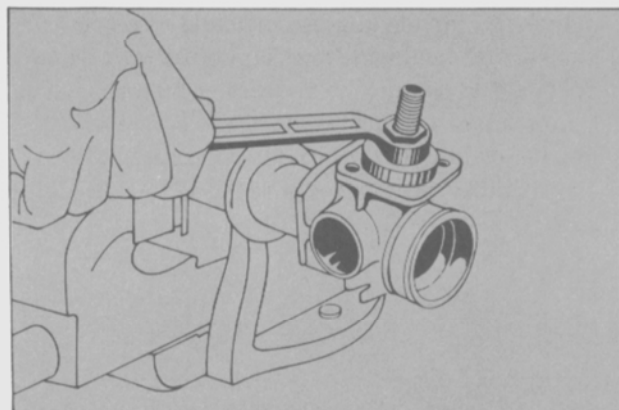

Fig. 7 - Extracción del cojinete inferior.
- Utilizando la herramienta T74G-3719-BAS-Detalle 1. extraer el cojinete inferior, alojado en el interior de la carcaza. (Fig. 7).